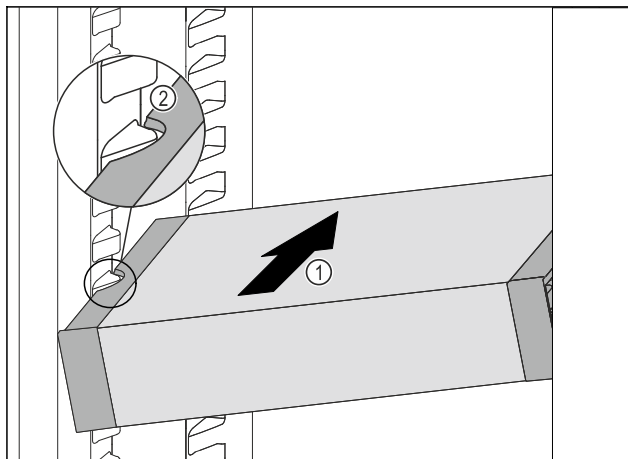

Fig. 109
- ▶ Predal VarioSafe potiskajte poševno v hladilnik Fig. 109 (1), dokler stranska izreza Fig. 109 (2) predala VarioSafe nista na višini nastavka za posodo v hladilniku.